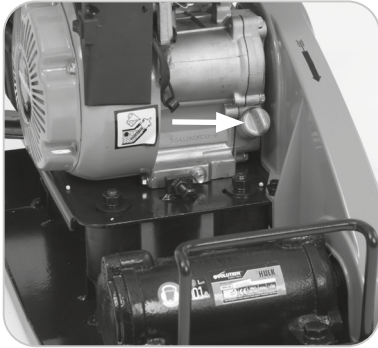

Abb. 13
- Entfernen Sie den Öleinfülldeckel. (**Abb. 13**)